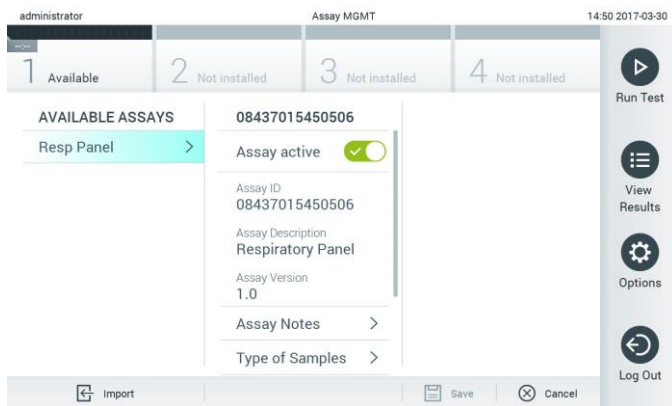

Figura 54. Gestione degli esami disponibili.
1. Premere il pulsante Options (Opzioni) e quindi il pulsante Assay Management (Gestione esame) per accedere alla schermata Assay Management (Gestione esame). Gli esami disponibili sono elencati nella prima colonna dell'area dei contenuti (Figura 54).